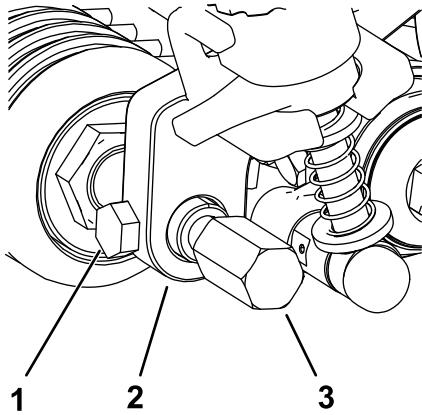

Bild 24
- Setzen Sie die Frontrollenwelle zwischen die Schnitthöhenhalterung mittig ein und befestigen Sie sie mit den zwei Befestigungsschrauben, die Sie von den alten Schnitthöhenhaltern entfernt hatten (Bild 24).
- Befestigen Sie die Groomer-Schutzvorrichtungen auf beiden Seiten der Frontrollenwelle (Bild 24).